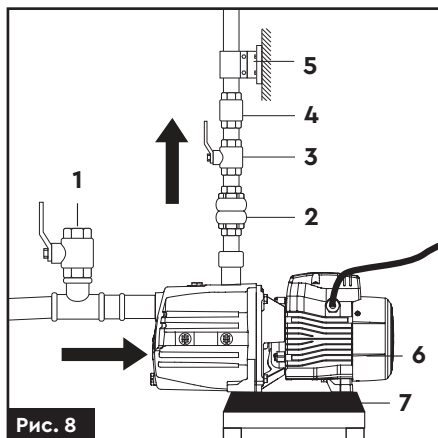

Рис. 8
4. Для полегшення проведення робіт по технічному обслуговуванню насоса, рекомендується на напірному трубопроводі встановити кульовий кран (3) (рис. 8), а також зворотний клапан (4) (рис. 8) між краном і напірним патрубком насоса.
5. При стаціонарному використанні насоса, рекомендується закріпити його на опорній поверхні з використанням гумових прокладок (7) (рис. 8) або інших антивібраційних матеріалів.
6. Для зниження вібраційного шуму, з'єднання з жорсткими трубопроводами треба здійснювати за допомогою компенсаторів (2) (рис. 8) або гнучких труб.
7. Для зниження шуму рекомендується встановити на напірному трубопроводі опору (5) (рис. 8).